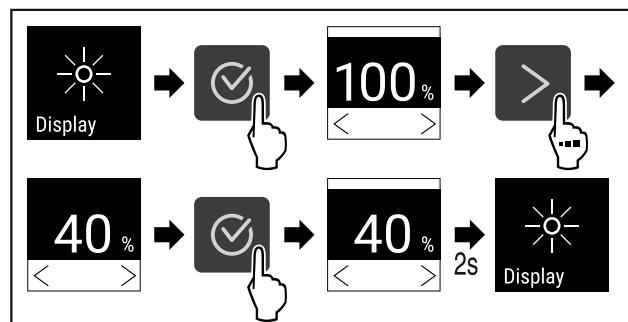

Fig. 82
- Kryeni hapat e veprimit (shihni Fig. 82).